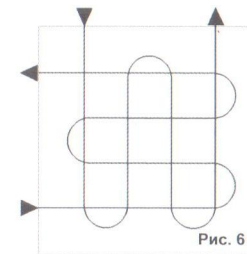

Рис. 6
- Для обеспечения равномерного покрытия не следует перемещать краскопульт слишком быстро или слишком медленно. При быстром перемещении слой покрытия получится очень тонким, а при медленном слишком толстым. (См. Рис.6, 7).